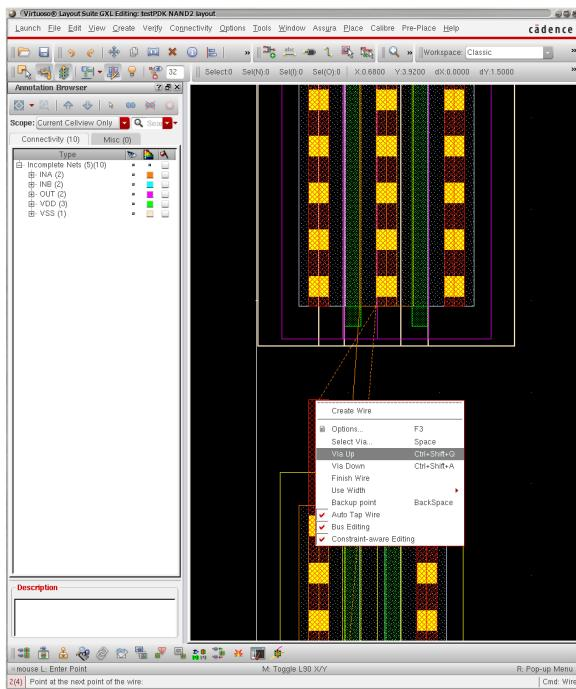

図 49: 配線レイヤの乗り換え
4. METAL1 配線を適当な位置まで引き、右クリックすると、図 49 に示すようなメニューが出てくるので、Via Up を選択する。